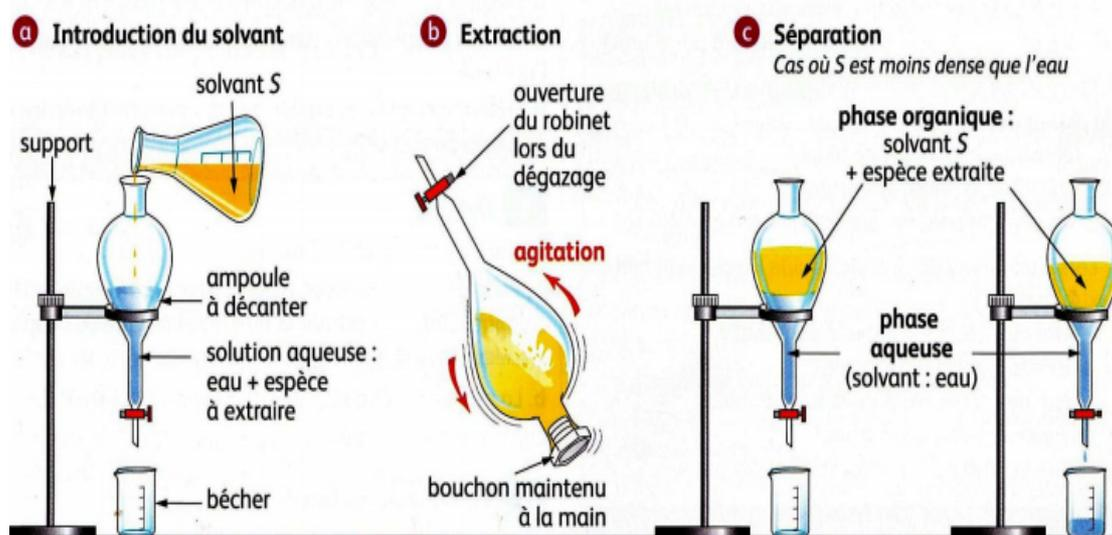

Figure 7. Le processus d'extraction
•Protocole d'extraction (Figure 7)